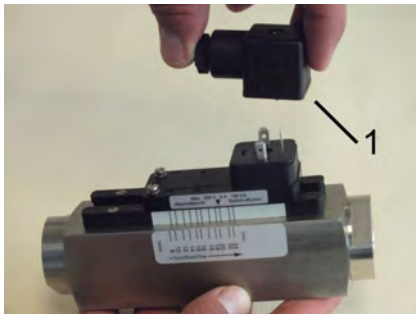

Abb. 23: Steckerdose abziehen
2. ➤ Ziehen Sie die Steckerdose (Abb. 23/1) ab